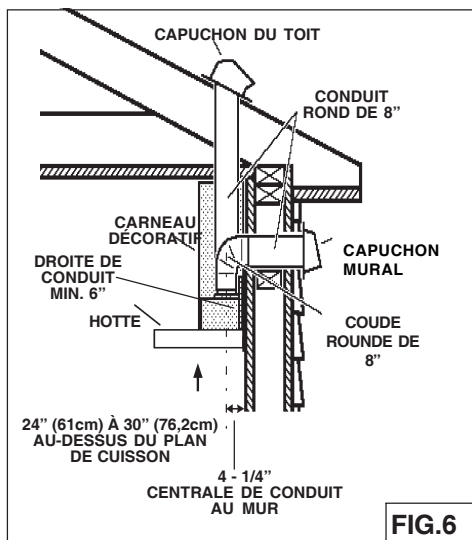

FIG.6
1. Décidez de l'emplacement des conduits entre la hotte et l'extérieur (Fig.6).